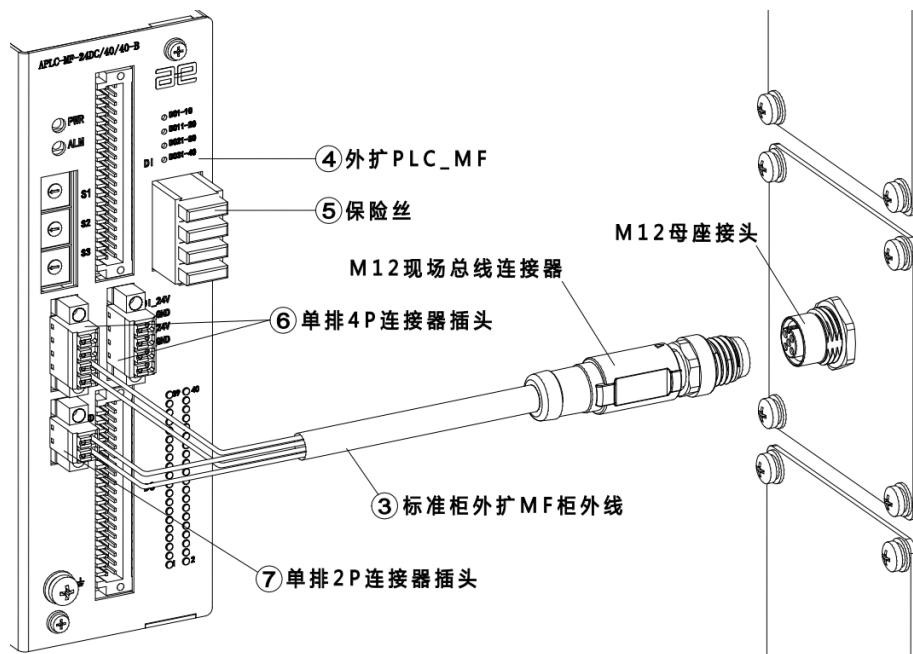

图 20-10 连接外扩 PLC_MF 示意图
步骤4. 将③标准柜外扩 MF 柜外线带有 M12 连接器的一端按照三角定位标识接在柜体的 M12 母座接头上，另一端接在④外扩 PLC_MF 的电源接口（⑦单排 2P 连接器插头）与 485 接口（⑥单排 4P 连接器插头）上，参考图 20-10。